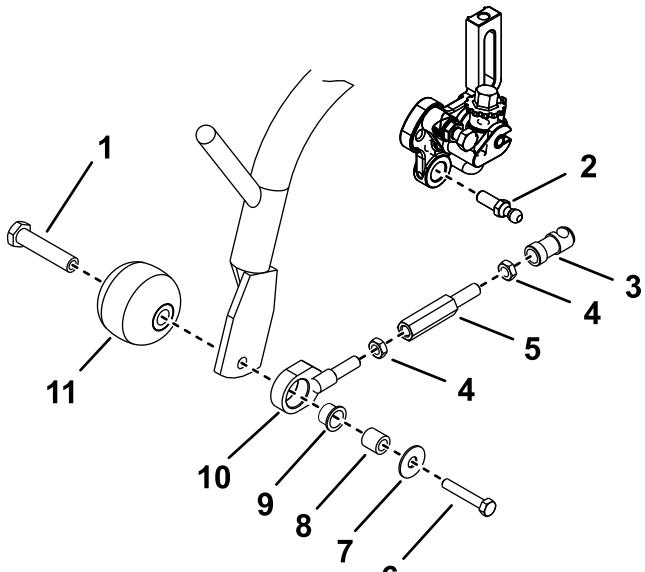

図 1
1. スリープをボールジョイントの位置まで引き戻し、ボールスタッドからレシーバーを外す図 1。
2. 芝削り防止ローラとプルリンクアセンブリを左右のキャリアフレームに固定しているボルトとローラシャフトを取り外す図 1。
3. プルリンクアセンブリを分解する図 1。